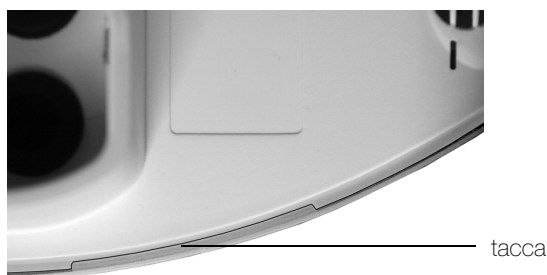

fig. 13 Multisensore dal basso, tacca
- Controllare che il coperchio e la parte inferiore siano perfettamente bloccati in posizione. La fig. 13 mostra il multisensore collegato dal basso.